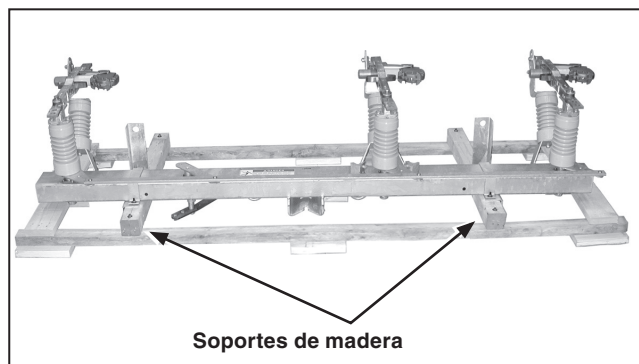

Figura 11. Retire los soportes de madera.
PASO 9. Retire los soportes de madera, las correas de elevación y las abrazaderas de listón que se proporcionaron para facilitar la elevación del interruptor. Ver Figura 11.